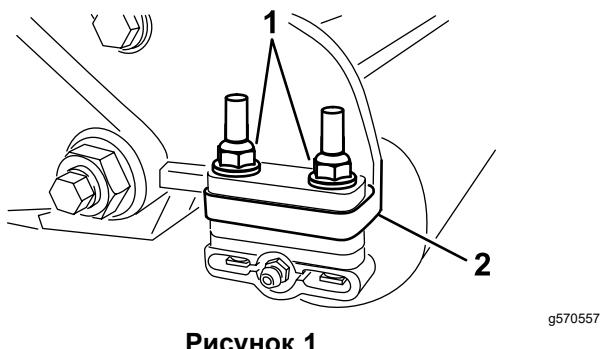

Рисунок 1
2. Выверните 2 фланцевые контргайки с 2 шайбами, которые крепят каждый кронштейн валика к боковым пластинам (Рисунок 1). Не выкручивайте болты.